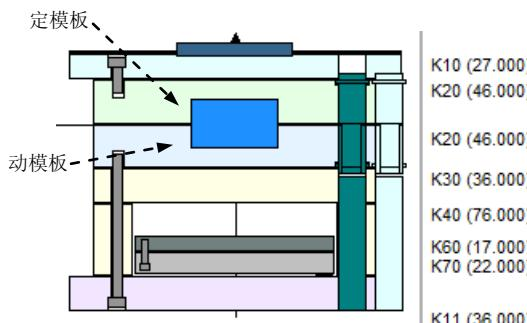

图 31.45 定义模板厚度
Step1. 定义定模板厚度。在“模架定义”对话框中右击图 31.45 所示的定模板，此时
Step2. 定义动模板厚度。使用同样的操作方法右击图 31.45 所示的动模板，在“板”对话框中双击 **厚度 (T)** 后的下拉列表，选择厚度值 **22.000**，然后单击 **确定** 按钮。